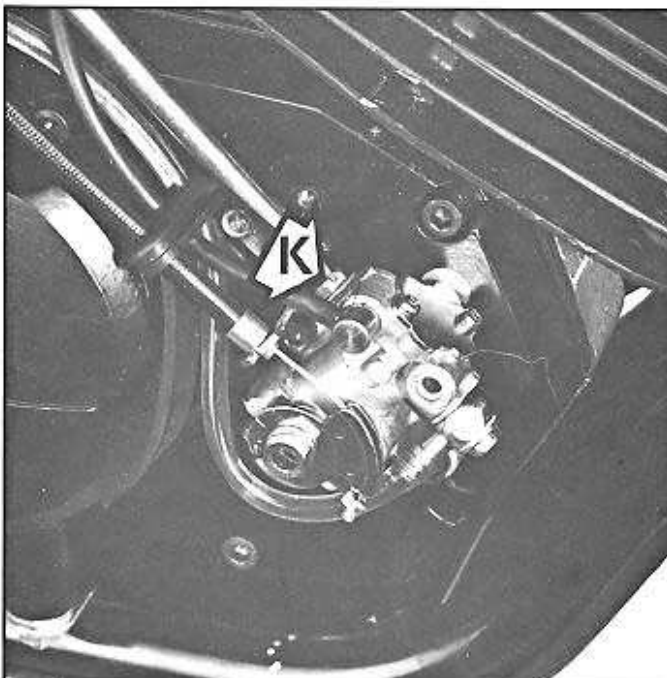

Fig. 7
- Faire fonctionner le moteur au ralenti, dévisser d'un demi tour la vis de purge K, l'huile s'échappe alors sous la tête de la vis accompagnée de bulles d'air si le conduit a besoin d'être purgé (fig. 7).